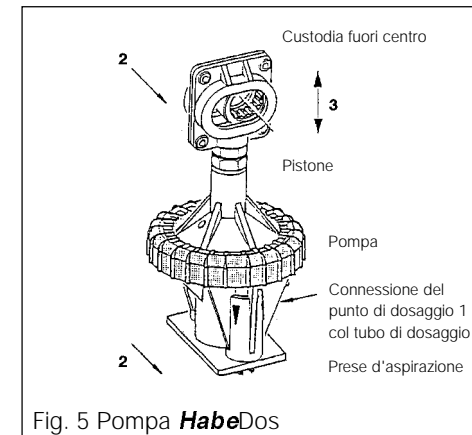

Fig. 5 Pompa **HabeDos**
- Estraiete la pompa (Fig. 5).
- Operate manualmente la pompa per svariate volte fintantoché del fluido fuoriesce dal tubo di dosaggio (Fig. 5).